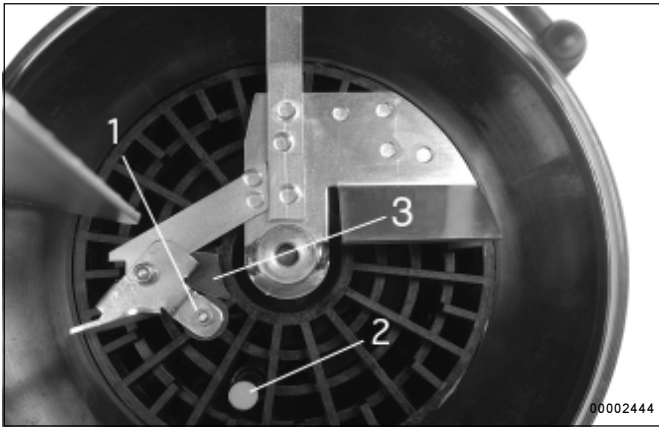

Fig. 15: - Pieces de commutation du dispositif de signalisation de bas niveau
- En raison de la rotation de la palette d'agitation dans le lubrifiant, la tôle de guidage installée de manière pivotante est poussée vers l'arrière avec l'aimant rond 1, fig. 15. L'aimant reste se déplace vers le point de rotation de la palette d'agitation. L'interrupteur magnétique 2 ne peut pas être activé.